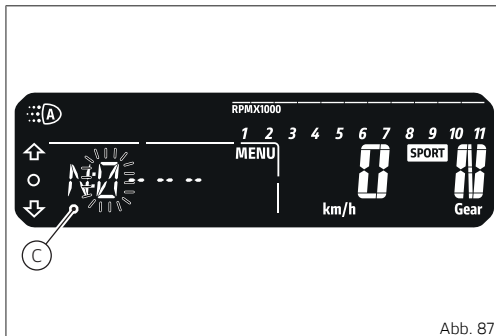

Abb. 87
- Die erste Ziffer (C, Abb. 87 S.154) blinkt und über die Tasten (1) und (2) kann die Nummer nun von 0 bis 9 geändert werden.
- Zum Bestätigen und für den Übergang zur nächsten Ziffer auf ENTER (3) drücken.